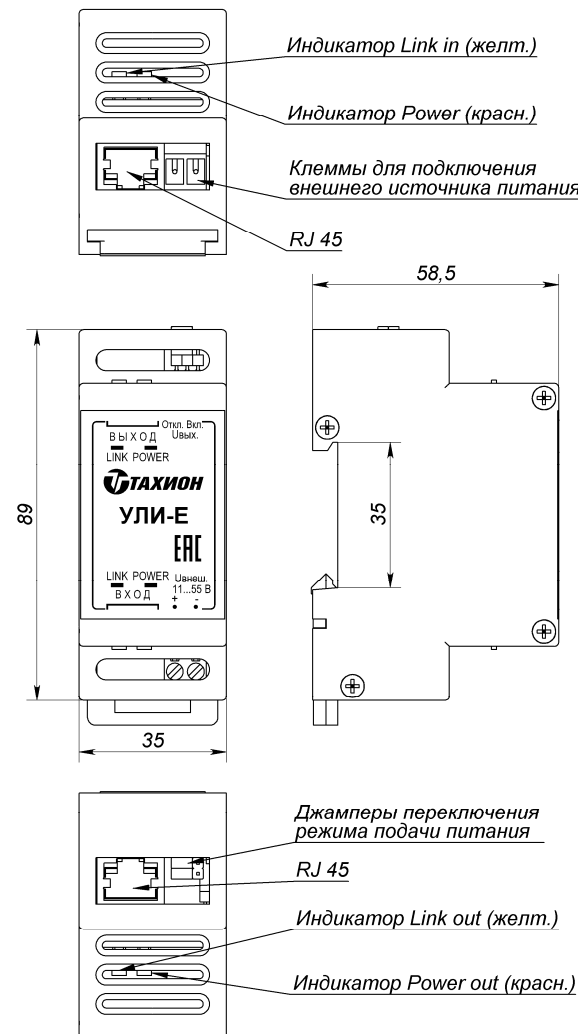

Рис.2 Внешний вид и габаритные размеры.
2. Подключите провода линий связи и, при необходимости, провода питания от внешнего источника питания к клеммам Увнеш (см. рис. 2).
7. Габаритные и установочные размеры приведены на рис.2.
9. На торцевой поверхности УЛИ-Е со стороны "ВХОД" установлены следующие индикаторы: (см. рис.2):
10. На торцевой поверхности УЛИ-Е со стороны "ВЫХОД" установлены следующие индикаторы: (см. рис.2):